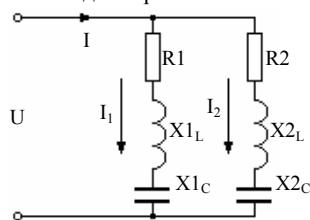

Рис. 8.5
**5. Исходные данные.** К источнику переменного тока с напряжением  $U$  подключена электрическая цепь (рис. 8.5), параметры которой приведены в табл. 8.5.